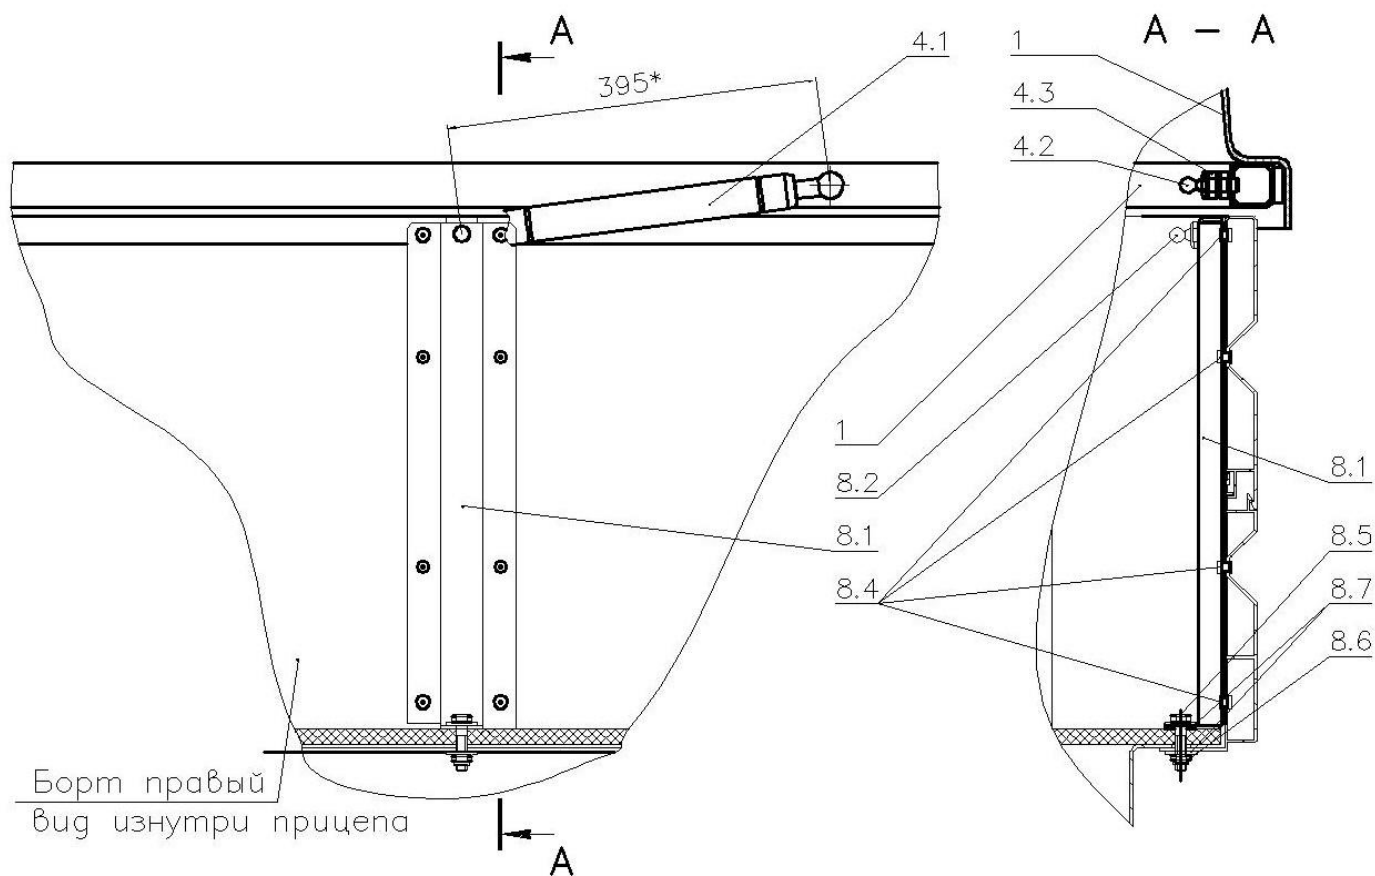

Рисунок 2.
13. Закрепить стойку газовых упоров, **сначала к полу прицепа** болтами М6х25 (затянуть гайки усилием 12 Н/м.), потом вытяжными заклёпками ф4,8х10 (верхний и нижний ряд заклёпок вставляется изнутри прицепа а средние ряды снаружи), как показано на рис.2д.